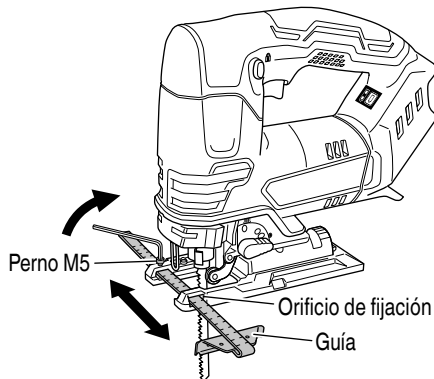

Fig. 22
- (3) Fije la guía haciéndola pasar a través del orificio de fijación de la base y apriete el perno M5. (Fig. 22)